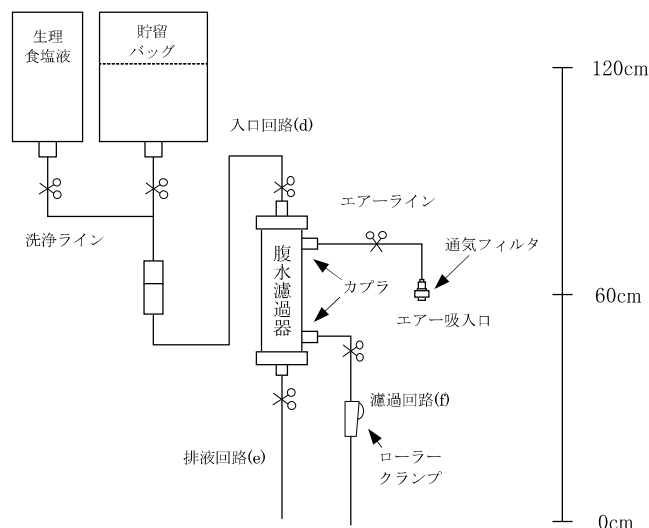

図 3 内圧濾過法(落差式)の回路図
- 1) 本品をイルリガードル台のホルダーに取り付ける。(以降の手順に従い、図 3 の通り接続する)